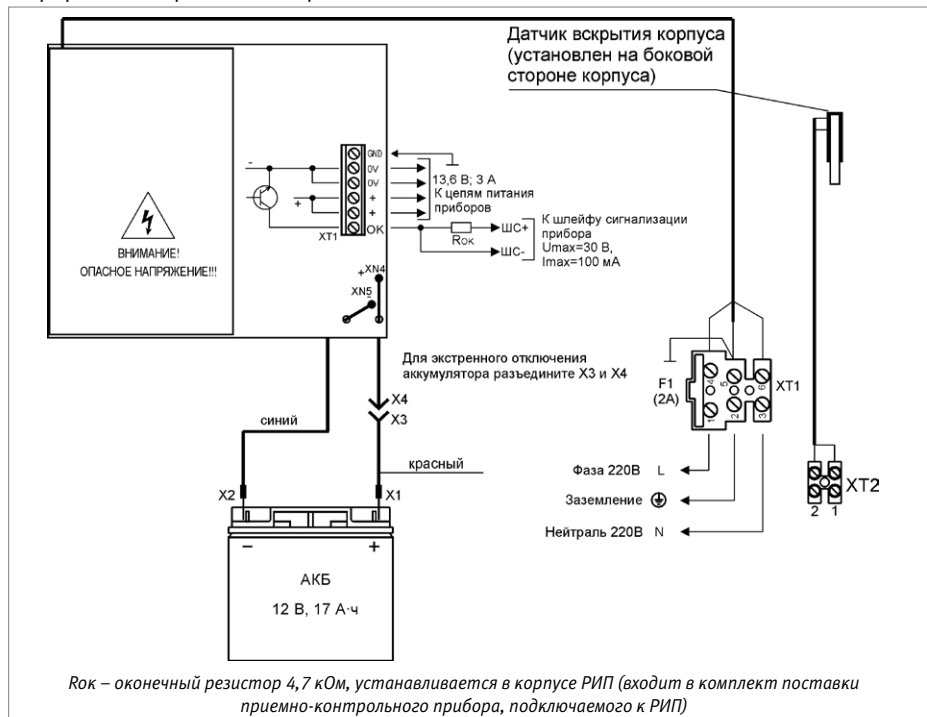

Рисунок 1. Схема подключения РИП-12 исп.01 (РИП-12-3/17М1)
- 1.6. Схемы подключения приведены на рис. 1...4.
- 1.15. Проверьте правильность произведённого монтажа в соответствии со схемой подключения (рис. 1...4).